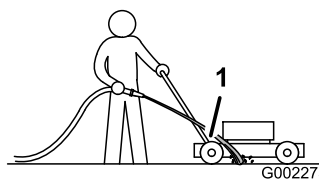

Figura 29
3. Sujete la manguera a la altura del manillar y dirija el agua para que fluya sobre el suelo justo por delante de la rueda trasera derecha (Figura 29).